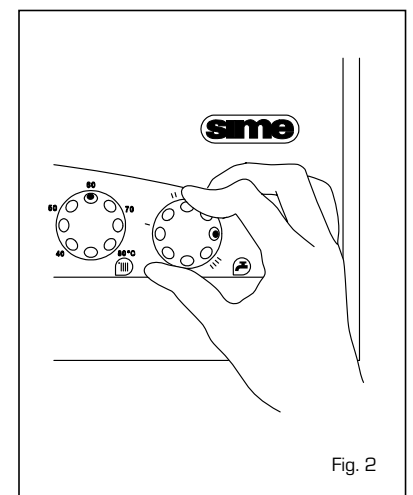

Fig. 2
- La regulación de la temperatura del agua sanitaria se obtiene con la manopla del potencímetro sanitario (☺) con un campo de regulación de 40 a 60°C (fig. 2).
- La regulación de la temperatura de calefacción se obtiene con la manopla del potencímetro de calefacción (☹) con un campo de regulación de 40 a 80°C. Para garantizar un funcionamiento siempre óptimo del generador, aconsejamos no bajar por debajo de una temperatura mínima de trabajo de 50°C (fig. 2).